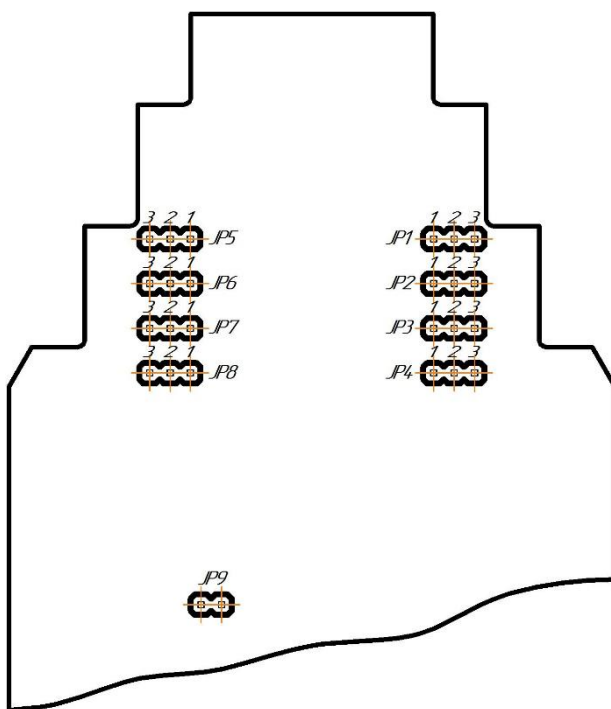

Рисунок 5.1 – Положення перемичок на платі модуля (корпус модуля знято)
4.3.6.1 Знеструмити модуль, зняти з шини та встановити перемичку JP9 (положення – див. рис. 5.1), після чого встановити модуль назад на шину. Модуль перейде в режим конфігурації налаштувань мережі, про що свідчить миготіння світлодіода "PWR" на передній панелі приладу.
| Код входу | Тип давача | Градуювальна характеристика та НСХ      | Граничні значення, що індикуються при калібруванні приладу | Граничні значення вхідного сигналу під час калібрування приладу |                  | Положення перемичок на модулі входів (Рисунок 5.1) |